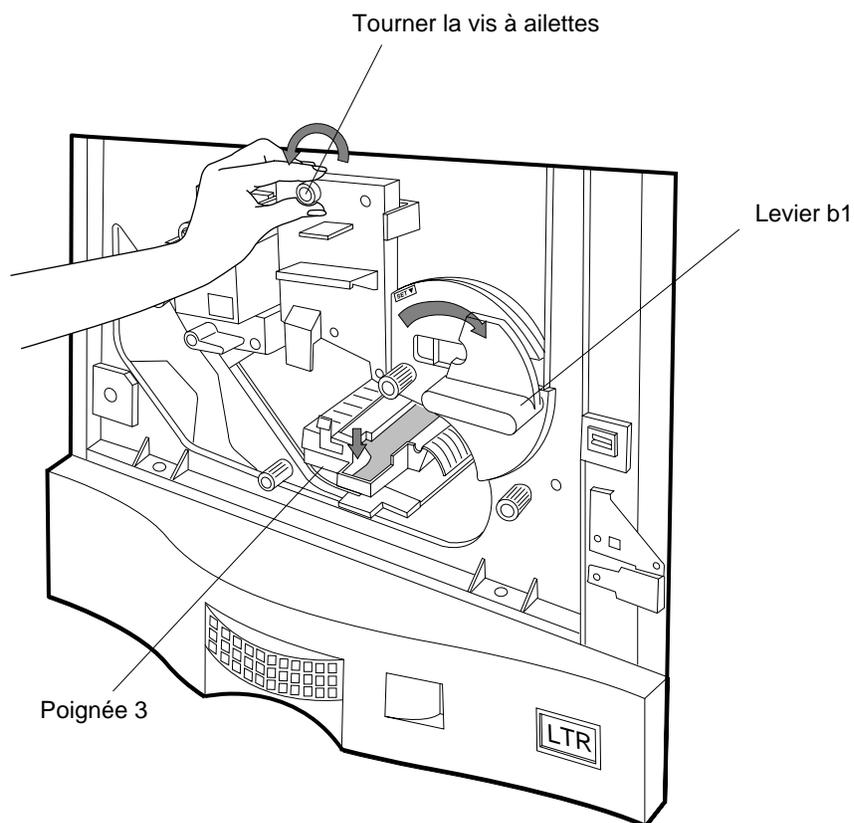

Figure 4-25 Déverrouillage du tambour
1. Tournez plusieurs fois la molette de verrouillage du tambour dans le sens inverse des aiguilles d'une montre pour libérer le tambour, comme illustré à la Figure 4-25.